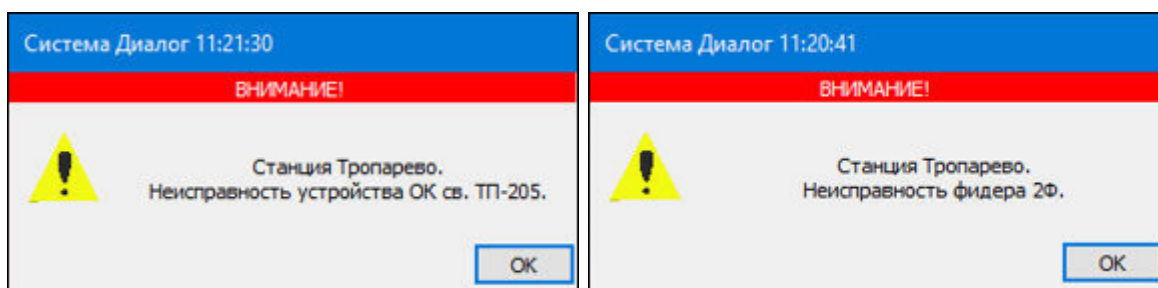

Рис. 3.49 Сообщения о неисправностях
4. При проезде поездом запрещающего показания светофора (Рис. 3.49).